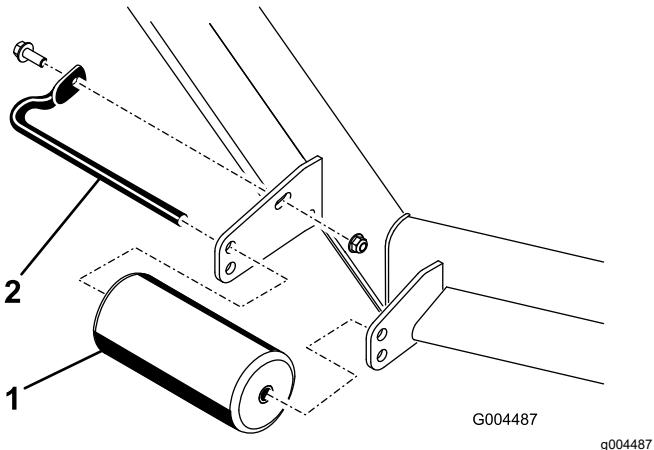

Figura 7
- Retire las fijaciones que sujetan cada rodillo al cortacésped y mueva los rodillos hacia arriba o hacia abajo según sea necesario (Figura 7).